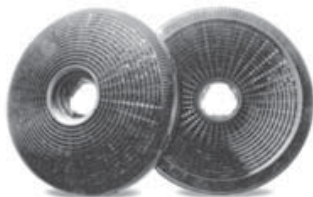

Рис. 5
На лицевой панели вытяжки MARA push button посередине расположен кнопочный переключатель режимов работы мотора и ламп освещения (рис. 5).
1. Угольный запахоулавливающий фильтр (в комплект не входит) (см. Рис. 5).